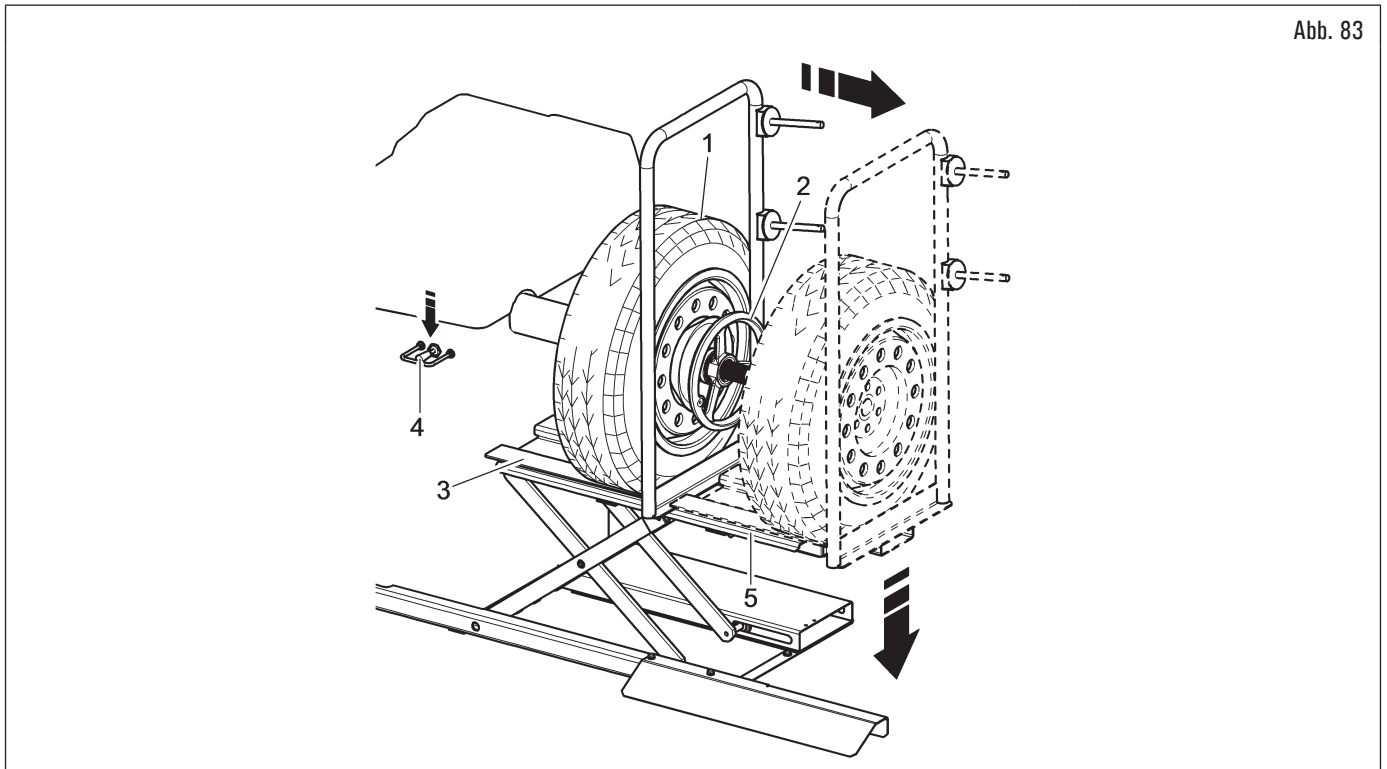

Abb. 83
3. das Rad (Abb. 83 Pkt. 1) von der Spindel durch Herausnehmen der Aufspannvorrichtungen (Abb. 83 Pkt. 2) lösen;
4. verschieben Sie nach rechts die Radstütze (Abb. 83 Pkt. 3) mit dem Reifen, der auf der Radstütze gelegt ist;
5. senken Sie das Bedienungselement (Abb. 83 Pkt. 4) und das Trittbrett senken lassen (Abb. 83 Pkt. 5);